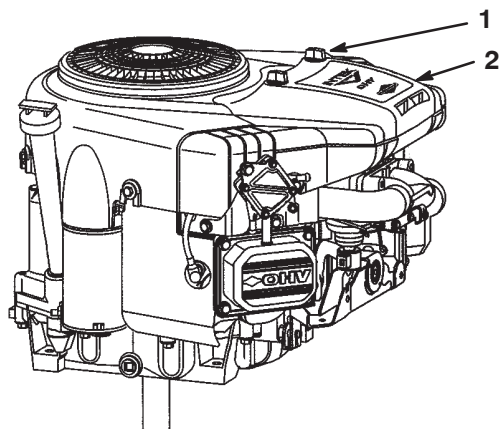

Bild 33
2. Schrauben Sie die Handräder los und entfernen Sie die Luftfilterabdeckung (Bild 33).